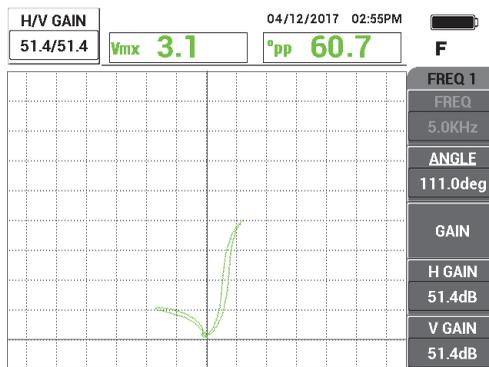

図 5-184 ゲインの調整
5. ゲインキー（**dB**）を押して、ホルルの信号が画面の高さおよそ 4 区分の位置に達するまで周波数 4 のゲインを上げます（を参照）。フリーズキーを押して（) 信号の取得を有効にします（261 ページの図 5-184 参照）。